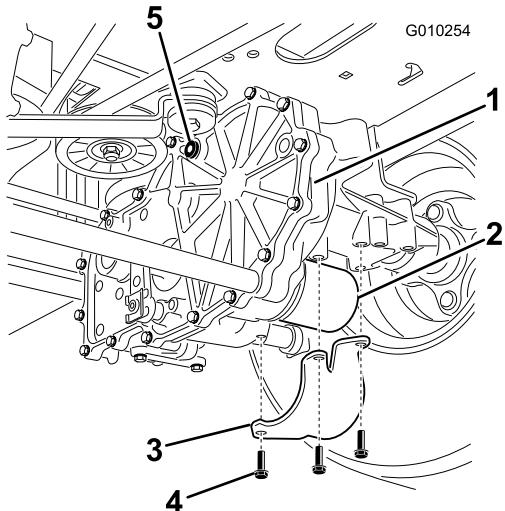

Figura 58
- Localice el filtro y los protectores de cada sistema de tracción del transeje (Figura 58). Retire los tres tornillos que sujetan el protector del filtro, y retire el protector.